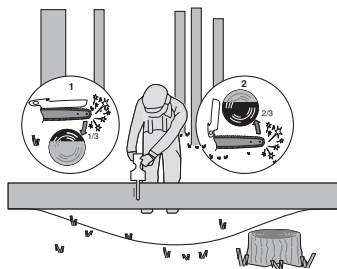

Fig 4
Lorsque le tronc est soutenu par les deux extrémités, comme illustré à la Figure 4, coupez  $1/3$  du diamètre depuis le haut (coupe par le haut) (1). Ensuite, pratiquez la coupe de finition depuis le bas sur les  $2/3$  inférieurs (2) pour rejoindre la première coupe.